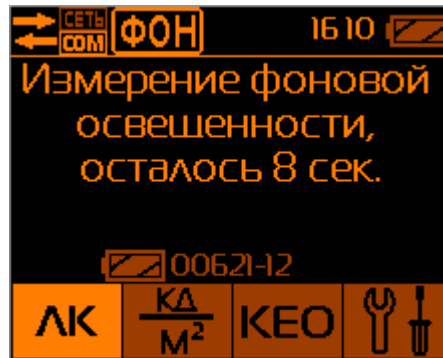

Рис.10. Измерение фоновой освещённости.
2.3.4.5. Измерение освещённости и пульсаций с учётом уровня фоновой освещённости осуществляется выбором пункта меню «Учёт фона». Перед запуском режима измерений с учётом фона необходимо оставить только источник фоновой освещённости (например, погасить все искусственные источники света). После запуска режима измерений с учётом фона, прибор на первом этапе на 10 секунд переходит в режим измерения и усреднения фонового значения освещённости (Рис.10).